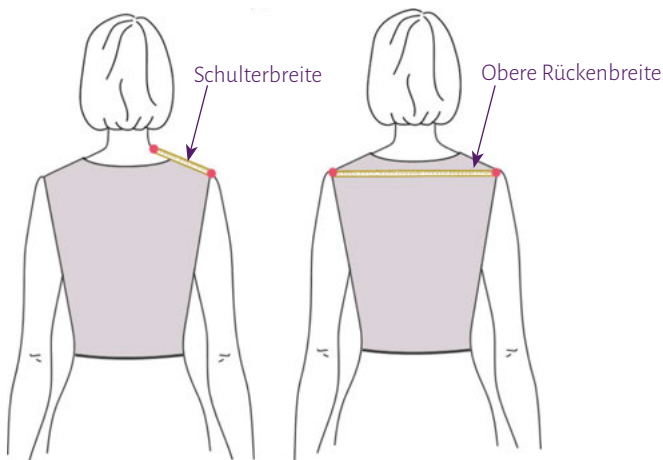

Bild 2
- Schulterbreite: vom Hals bis zum äußeren Schulterpunkt, also dem äußeren Schulterknochen (Bild 2 links).
- Obere Rückenbreite: zwischen den äußeren Schulterpunkten (Bild 2 rechts).